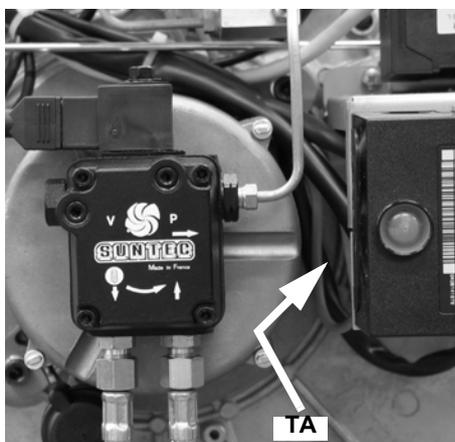

Fig. 39
- Déconnecter les câbles d'allumage CA1 et CA2 du transformateur TA (Fig. 39).